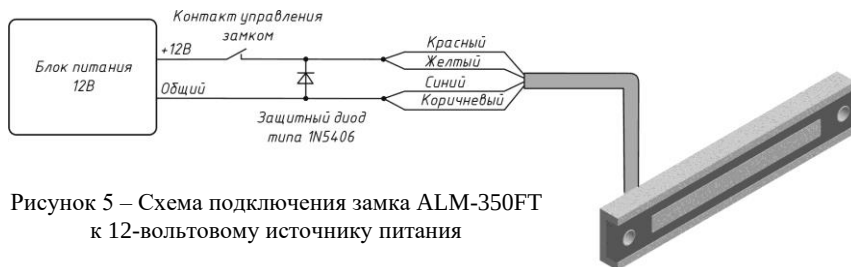

Рисунок 5 – Схема подключения замка ALM-350FT к 12-вольтовому источнику питания
5.5 Проверить работоспособность замка, подключив его согласно схеме (рисунок 5 или 6).